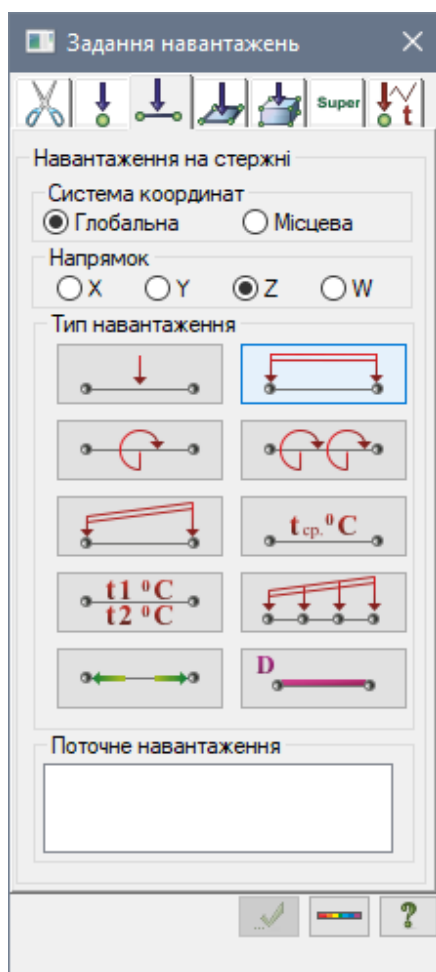

Рис. 18.11. Діалогове вікно **Завдання навантажень**
- Викличте діалогове вікно **Завдання навантажень** на закладці **Навантаження на стержні** (рис. 18.11) вибравши команду  – **Навантаження на стержні** у розкритому списку **Навантаження на вузли та елементи** (панель **Навантаження на вкладці Створення та редагування**).